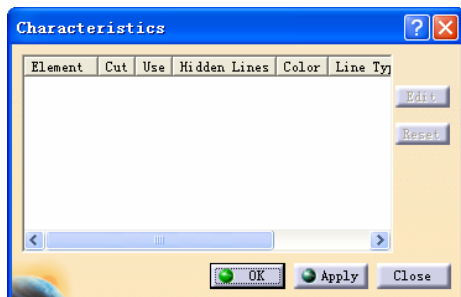

图 6-265
- » 步骤 03 在弹出的快捷菜单中选择 Section view A-A object(剖视图 A-A 对象)→Overload properties (重载属性) 命令，弹出如图 6-265 所示的 Characteristics (特性) 对话框。